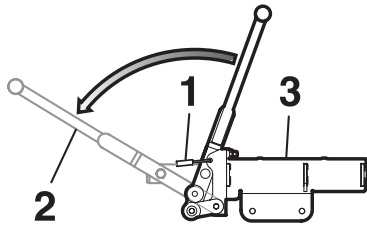

Abb. 22
- Vorhängeschloss (1) abnehmen.
- Handhebel (2) am Handgeber (3) ganz nach außen ziehen (überdrücken). (Abb. 22)